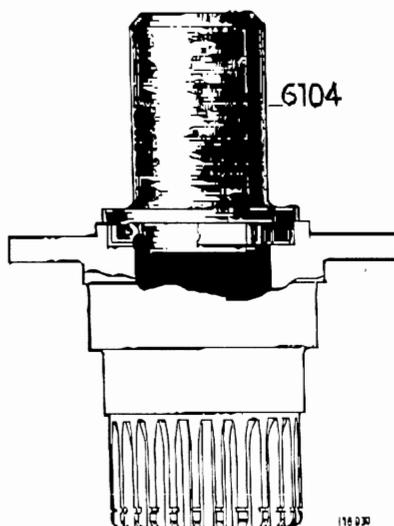

Bild 82. Ipressning av tätning
18. Bestryk locket anliggningsyta mot huset med tätningsmedel. Sätt locket (56) på plats och dra fast det.
20. Pressa tätningen i bäraxeln med 6104. Tätningen ska vändas som bilden visar, Bild 82.